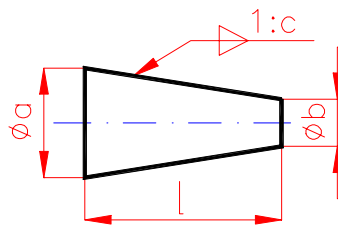

Figura 23 Calculul conicității
Conicitatea reprezintă raportul între diferența diametrelor a două secțiuni ale unui con și distanța dintre ele, (relația (1) și figura 23) :